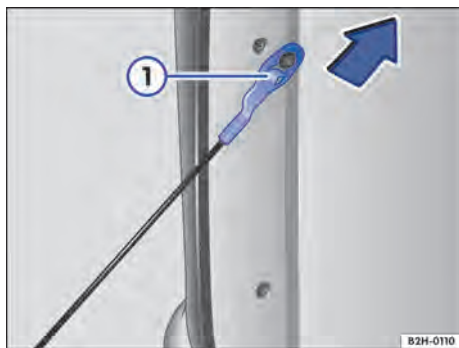

Fig. 25 Desprender os cabos de sustentação da tampa do compartimento de carga.
- Pressionar a lingueta de segurança → Fig. 25 ① para baixo.
- Puxar o cabo de sustentação ao contrário da direção da seta → Fig. 25 até o batente. O cabo de sustentação está completamente preso quando a lingueta de segurança “engata” na sua posição inicial.